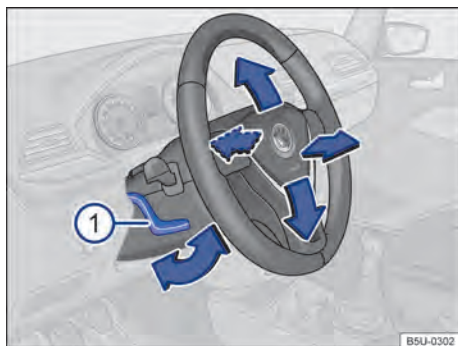

Fig. 58 Embaixo e à esquerda do volante junto com o revestimento da coluna de direção: alavanca de ajuste da posição do volante.
- Empurrar a alavanca → Fig. 58 ① para baixo e colocar o volante na posição desejada.